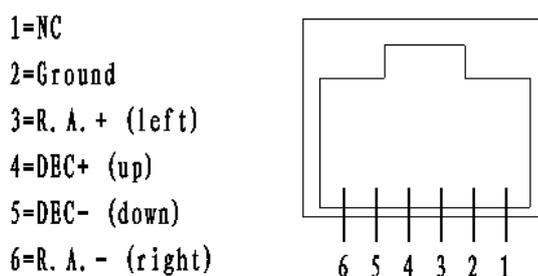

图 9
7. 若需要使用 ST-4 口导星，将 6P6C 六芯导星电缆水晶头插入赤道仪侧面 Guide Port 端六芯 RJ-11 插座，六芯 RJ-11 插座导星口定义见（图 9）。